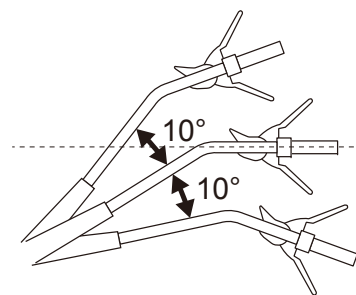

Fig. 17
- > Respete la posición recomendada de +/-10° en vertical y +/-35° en horizontal (Figs. 17, 18).